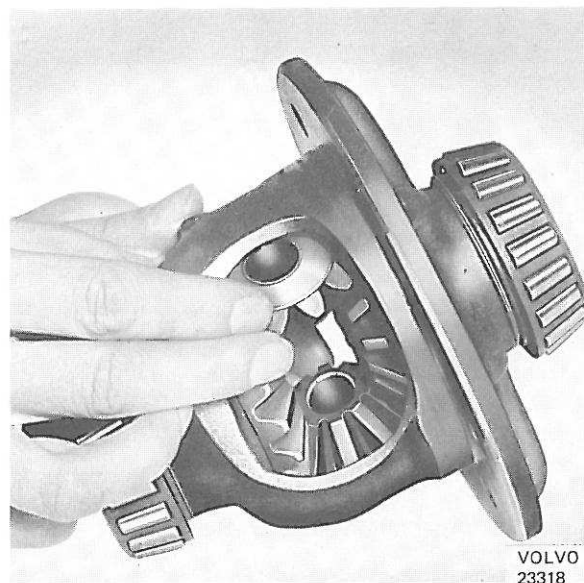

Figure 43. Remontage des pignons de différentiel
1. Poser en place les planétaires de différentiel, avec les rondelles de butée correspondantes, dans le boîtier de différentiel. "Faire rouler" ensuite en place les pignons satellites et les rondelles de butée en forme de cuvette (les deux satellites en même temps), voir figure 43.